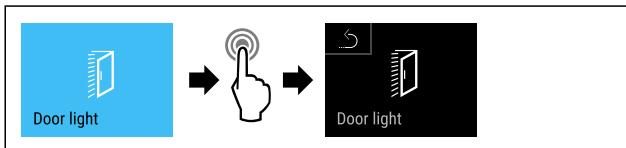

Fig. 72
- Seguir los pasos de procedimiento (consulte Fig. 72).